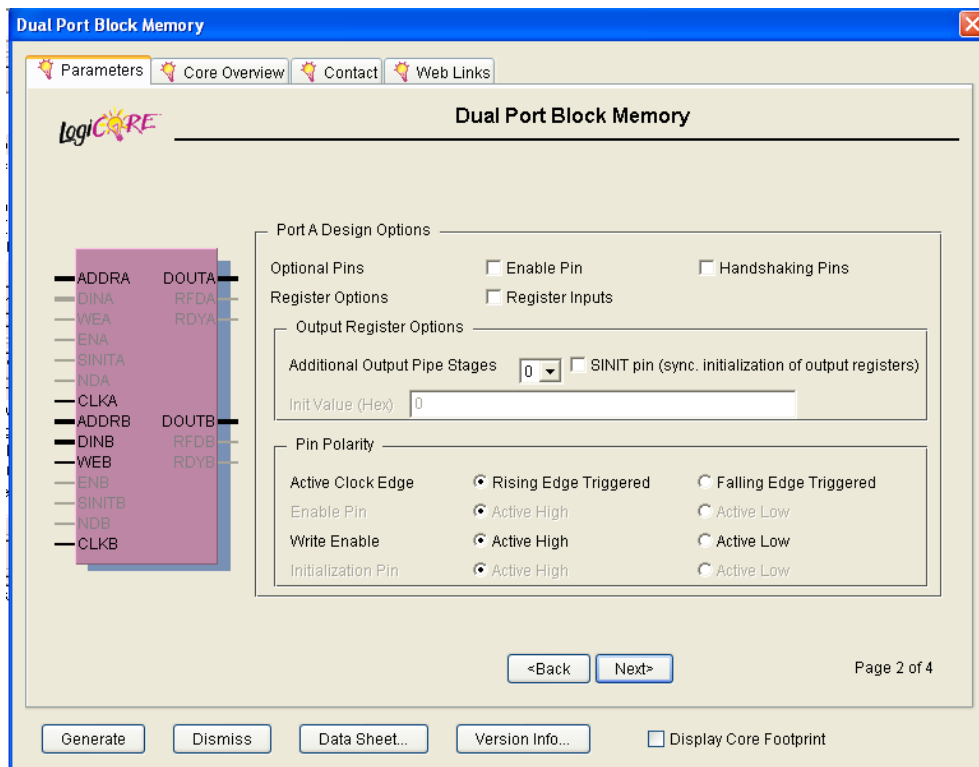

Рис. 4. Опции дизайна и полярность выводов для порта А
- 2 Оставьте без изменения значения по умолчанию, как показано на Рис. 4, и нажмите <Next>.